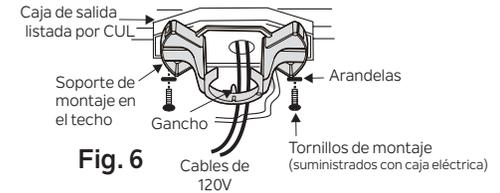

Fig. 6
Paso 4. Pase los cables de suministro de 120 voltios desde la caja de salida del techo a través del centro del soporte de montaje en el techo. (Fig. 6)
Paso 5. Fije el soporte de montaje en el techo a la caja de salida con los tornillos y arandelas incluidos con la caja de salida. (Fig. 6)